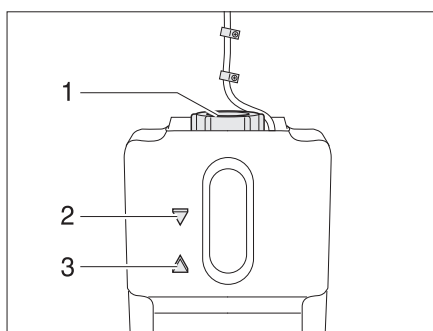

Fig. 247 Recipiente de compensación para la calefacción de agua caliente
- Comprobar si en el recipiente de compensación (Fig. 247) el líquido está entre las marcas "MIN" (Fig. 247,3) y "MAX" (Fig. 247,2).
- Abrir la tapa giratoria (Fig. 247,1) del recipiente de compensación.